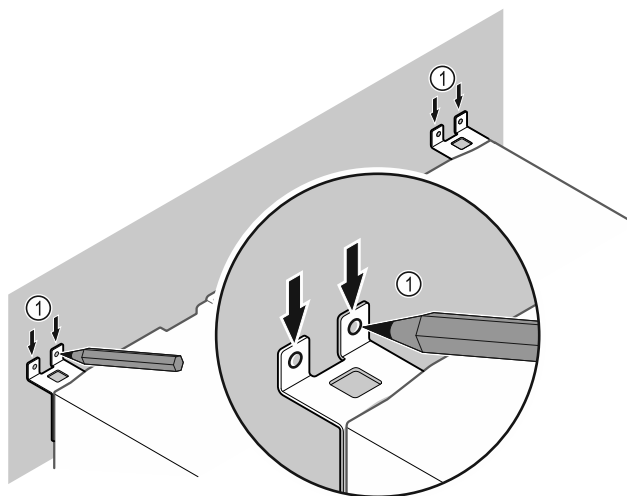

Fig. 11
- ▶ Jelölje be a falat Fig. 11 (1).